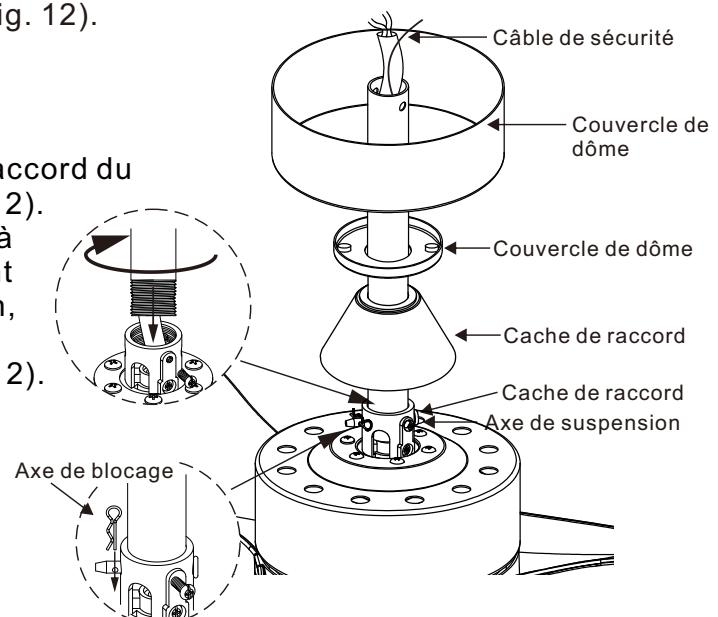

Figure 12
Étape 5 : Faire passer les câbles électriques et le raccord du câble de sécurité (sortant du haut du moteur) à travers le cache de raccordement, le cache de dôme, le dôme puis la boule/tige de suspension. Consulter la (Voir fig. 12).
Étape 6 : Visser la tige de suspension dans le raccord du moteur jusqu'à l'alignement des trous (voir fig. 12). Insérer délicatement la goupille de suspension à travers les trous du collet et de la tige en prenant soin de ne pas coincer les câbles internes. Enfin, enfoncer la goupille de verrouillage dans le trou terminal jusqu'au claquement audible (voir fig. 12).
Étape 7 : Serrer fermement les deux vis de fixation contre la tige de suspension au niveau du raccord (voir fig. 12)